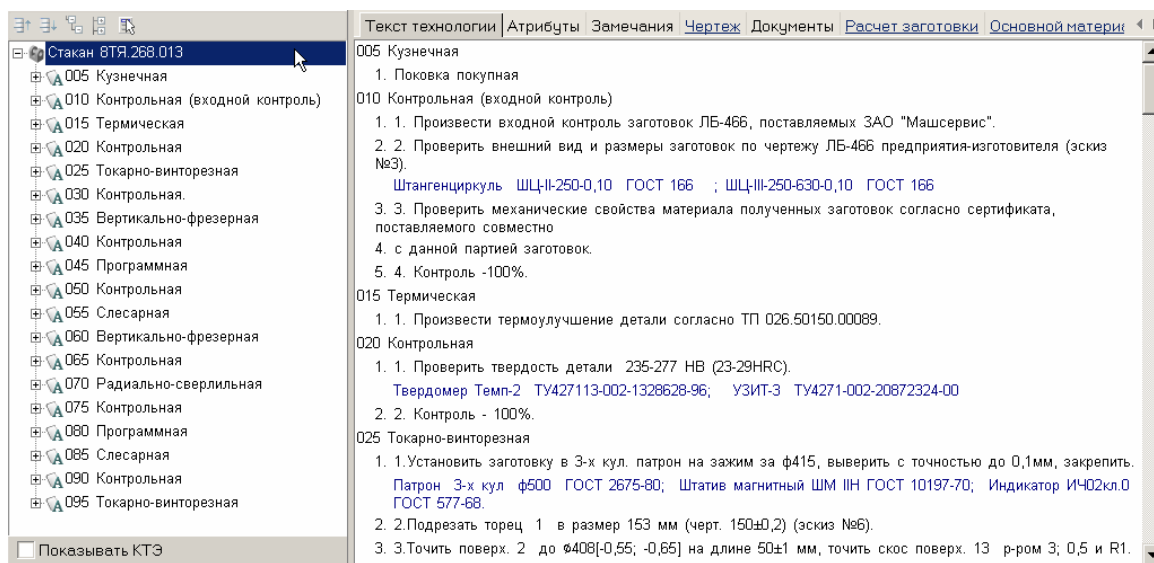

Рисунок 61 – Полностью готовое дерево ТП
2.12.10 Таким образом, используя приемы работы, описанные выше последовательно формируем дерево ТП для всего техпроцесса (рисунок 61).